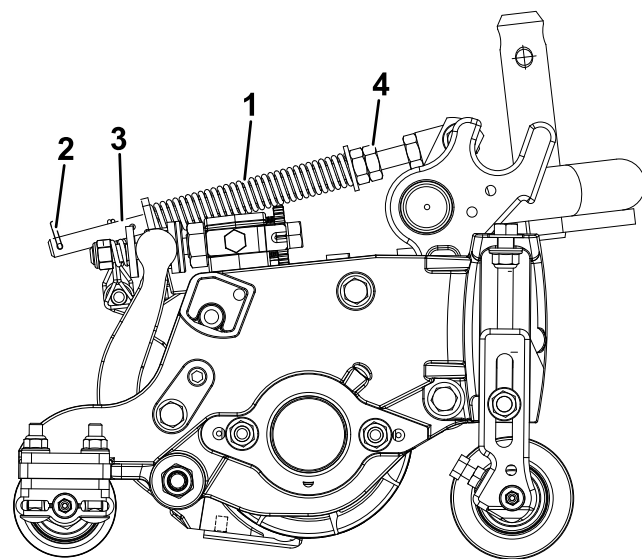

Figura 14
A mola de compensação de relva (Figura 14) transfere peso do cilindro dianteiro para o cilindro traseiro. Isto ajuda a reduzir o efeito ondulado na relva, também conhecido como ondulação ou “bobbing”.
1. Certifique-se de que o contrapino do gancho está instalado no orifício traseiro na haste da mola (Figura 14).